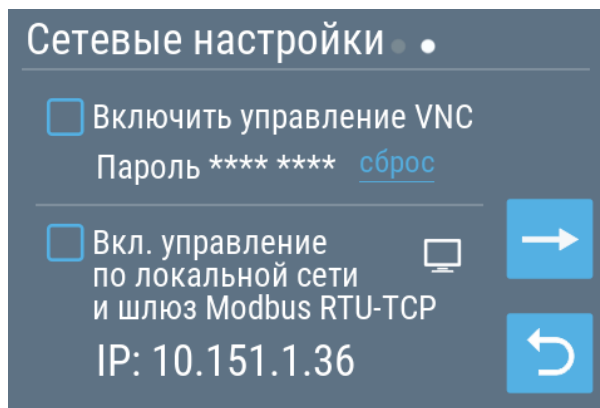

Рисунок 3.6
3.7 Для удаленного управления панелью с помощью смартфона, необходимо установить приложение VNC Viewer или подобное, а в панели управления активировать управление VNC на втором экране раздела **Сетевые настройки** (Рисунок 3.6). Подключение возможно из локальной сети, либо из сети Интернет, при условии проброса порта 5900 в роутере.
- активируйте в этой панели управления функцию шлюза Modbus RTU-TCP (Рисунок 3.6);
3.13 В разделе **Сетевые настройки** нажмите на кнопку  для перехода на второй экран, далее в нижней части нажмите на надпись , введите IP и номер порта 502 шлюза в разделе **Настройки TCP** (Рисунок 3.6).